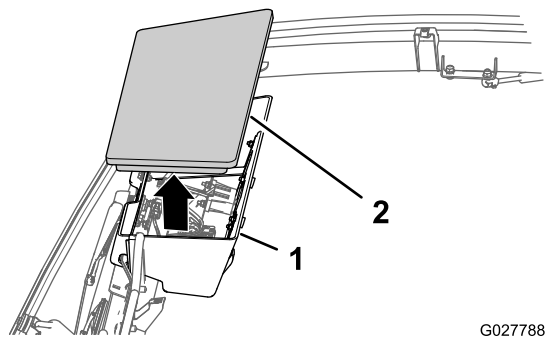

Figura 14
3. Retire a tampa da consola superior (Figura 14).